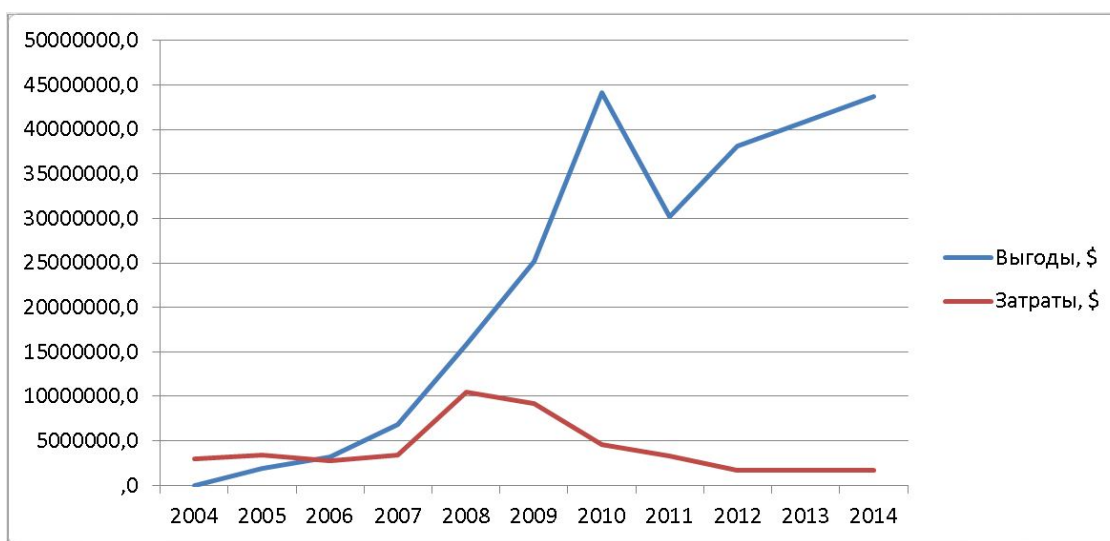

Рис. 5
1. Быстрый поиск актуальной информации и документации. Наличие структурированных данных позволяет осуществлять быструю навигацию по объектам и их элементам, находить нужную в данный момент информацию по заданным критериям поиска. Согласно отчету консалтинговой компании Deloitte в отношении австралийской нефтегазовой компании Woodside, эффект от ускорения поиска актуальной информации только в 2014 году составил \$37 млн, что составляет 86% от общего годового экономического эффекта применения в Woodside системы управления инженерными данными. Общие затраты на создание и поддержку системы за 10 лет составили \$45 млн, экономический же эффект превысил \$ 250 млн (рис. 5).